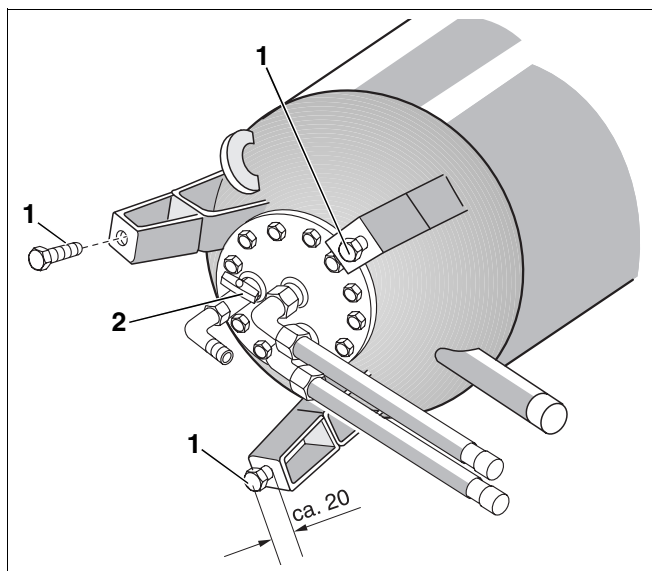

Fig. 3 Utilisation des vis de fixation comme pieds réglables (schéma de principe)
- Visser les vis de fixation (fig. 3, **pos. 1**) dans les pieds du préparateur sur env. 20 mm.
- Vérifier si le robinet de vidange est fermé et si les vis du couvercle de la trappe de visite sont serrées de manière conforme et étanche (fig. 3).